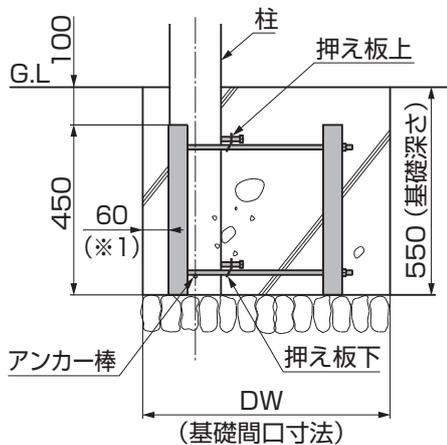

図1-3
- 躯体すき間ふさぎ材付きの場合、「2 基本寸法と各部名称 1. 各部名称 図1-3」で示す寸法関係になるよう柱を建ててください。(※1)